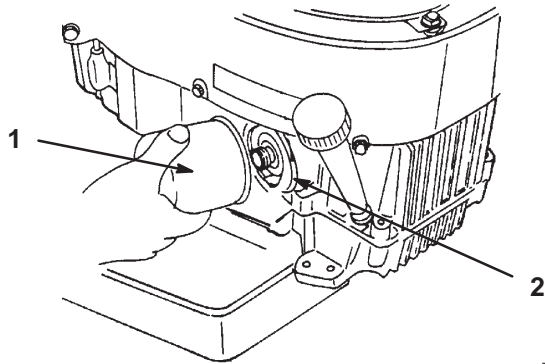

Figure 35
2. Déposez le filtre usagé (Fig. 35).
3. Appliquez une fine couche d'huile neuve sur le joint en caoutchouc du filtre de rechange (Fig. 35).
4. Posez le filtre à huile de rechange sur l'adaptateur. Tournez le filtre dans le sens horaire jusqu'à ce que le joint rejoigne l'adaptateur, puis donnez 3/4 tour supplémentaire (Fig. 35).